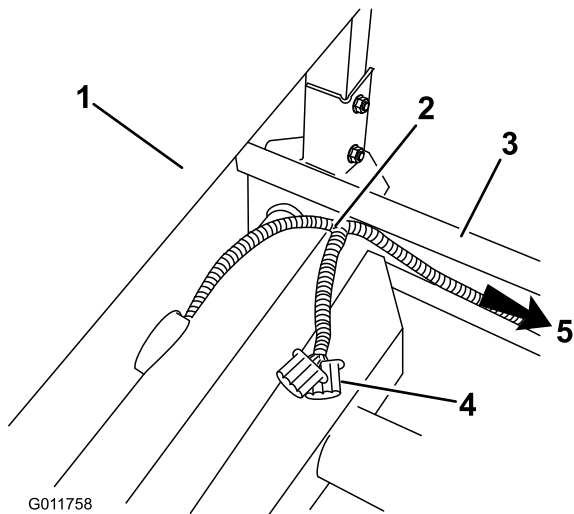

Figura 13
14. En la cubierta ROPS, detrás del conjunto del asiento, pase el arnés de cables desde debajo del asiento y por encima del bastidor. Asegúrese de que el conector eléctrico del sistema de pulverización no se queda debajo del vehículo (Figura 13).